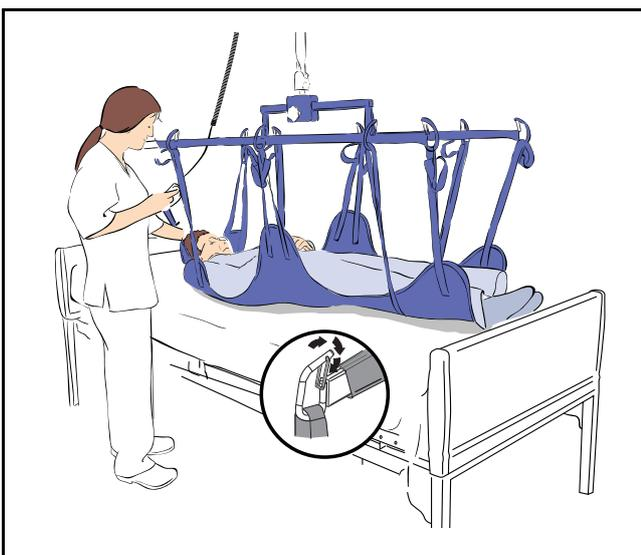

Fig. 13
- 5) Attaccare saldamente tutte le asole del corsetto (vedere Fig. 13).
**AVVERTENZA:** quando si aggancia un corsetto ad asole alla barra per barelle regolabile, accertarsi che le asole siano posizionate correttamente e che le chiusure di sicurezza blocchino i ganci come mostrato nella fig. 13.